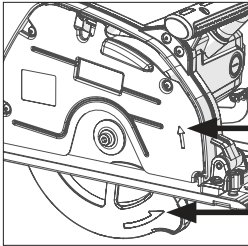

Fig. 6
- Instale la (nueva) hoja. Asegúrese de que la dirección de rotación de la flecha de la hoja coincida con la dirección de la rotación de la flecha en la protección superior e inferior de la hoja de la máquina. **(Fig.6).**